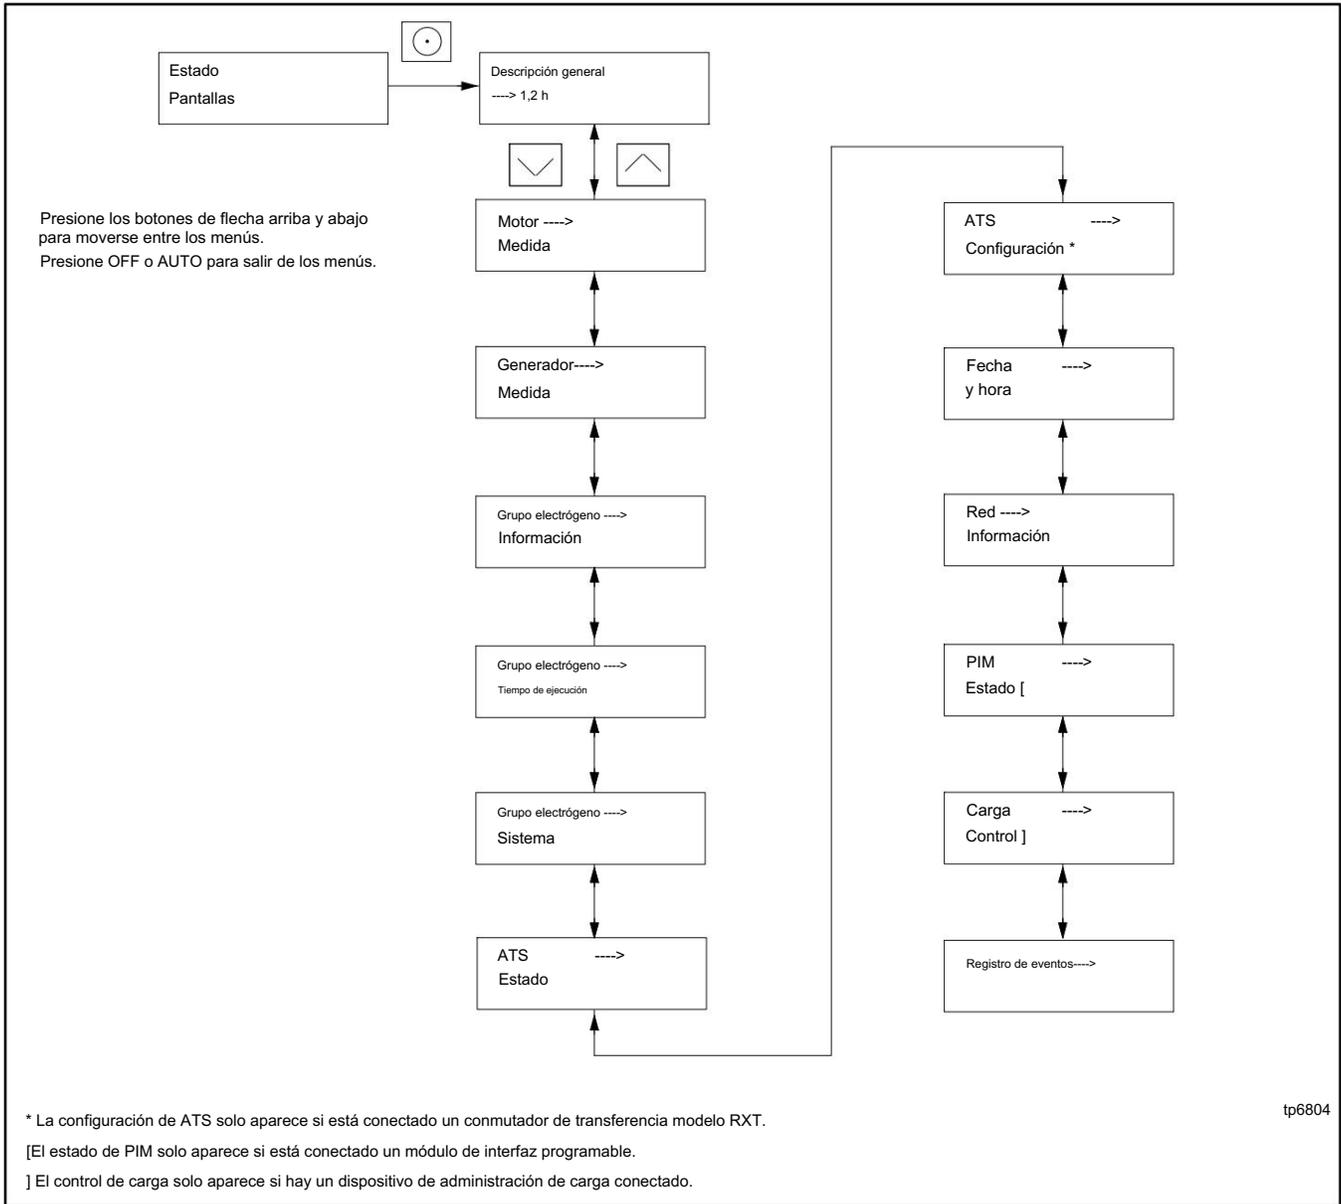

Figura 3-7 Menú principal de RDC2
- Pulse la flecha hacia abajo hasta que aparezca el menú deseado. Véase la Figura 3-7. En este ejemplo, se utilizan la fecha y la hora.
Presione el botón Seleccionar una vez para que aparezca el menú principal. Se muestra la descripción general. Consulte la Figura 3-7. Pulse la flecha hacia abajo para pasar al siguiente menú, Medición del motor. Utilice los botones de flecha ARRIBA y ABAJO para avanzar o retroceder por los menús que se muestran en la Figura 3-7.